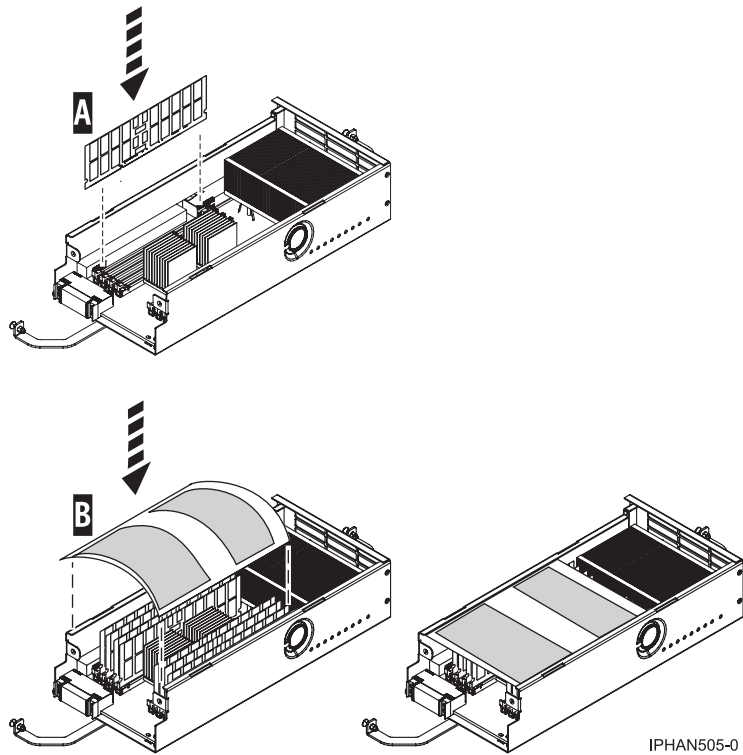

Figure 5. Film plastique placés sur les modules de mémoire 4 ou 8 Go
5. Si vous possédez des modules de mémoire 4 ou 8 Go, utilisez le film plastique pour éviter qu'ils n'entrent en contact avec le capot. Une fois les modules de mémoire (A) insérés, placez le film plastique (B) dessus comme illustré à la figure 5, à la page 8. Si vous remplacez les modules de mémoire 4 ou 8 Go par des modules de mémoire d'une autre capacité, retirez le film plastique. Sinon, la ventilation risque d'être insuffisante.